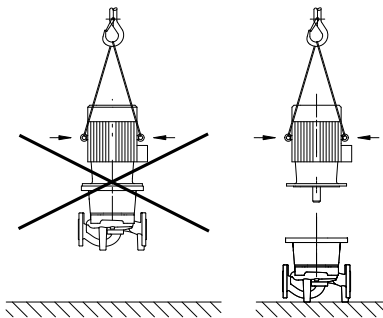

Fig. 30 : Transport du moteur
- Les œillets de transport du moteur sont exclusivement dédiés au transport du moteur et non de la pompe complète (fig. 30).